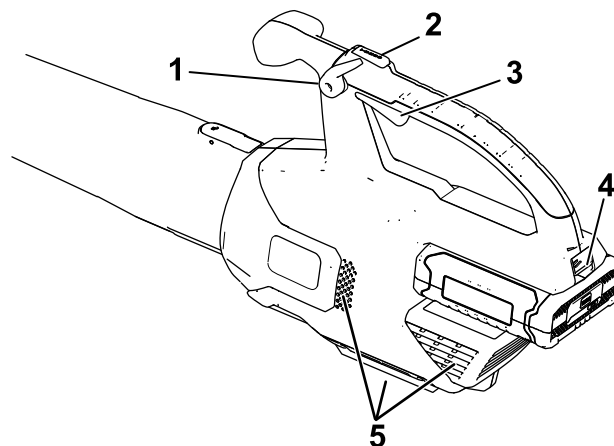

Figura 4
2. Para arrancar el soplador, apriete el gatillo de velocidad variable (Figura 4).
Nota: Active el bloqueo de velocidad para mantener la máquina encendida sin tener que apretar el gatillo de velocidad variable (Figura 4).
Para aumentar la velocidad del soplador, mantenga presionado el botón de potencia turbo durante el tiempo deseado (Figura 4).
Para parar el soplador, desactive el seguro de velocidad (si lo está usando) y libere el gatillo de velocidad variable (Figura 4).